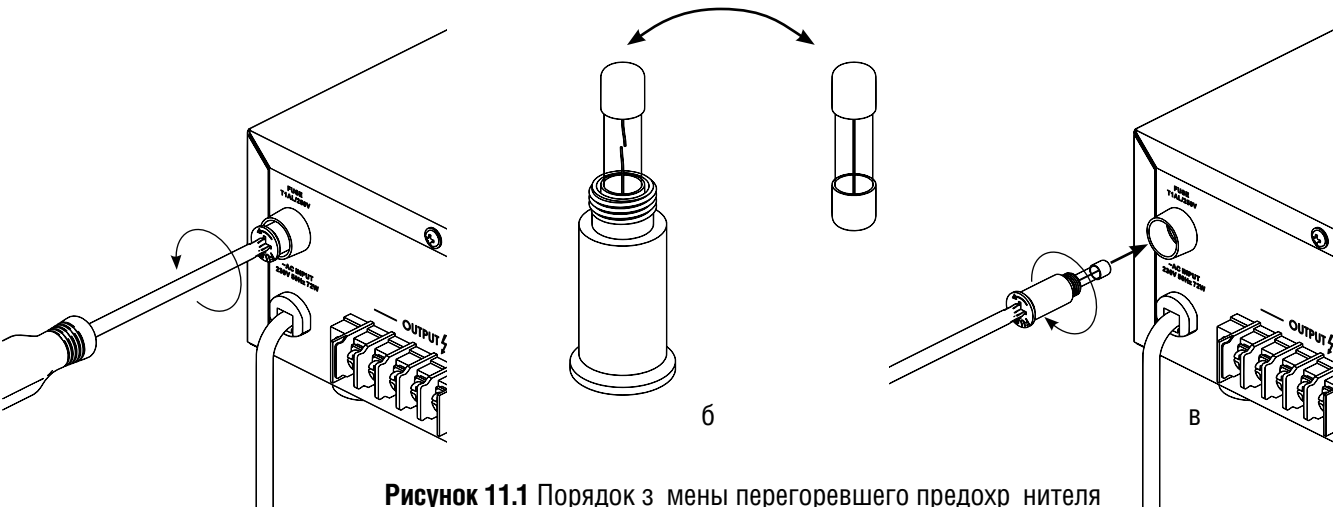

Рисунок 11.1 Порядок замены перегоревшего предохранителя
- 2. Извлеките крышку предохранителя из транзисторного усилителя поворачивая её против часовой стрелки крестовой отвёрткой (**Рис. 11.1, а**).
- 3. Замените перегоревший предохранитель исправным, предварительно убедившись, что в крышке не осталось посторонних предметов (**Рис. 11.1, б**).
- 4. Вставьте крышку с исправным предохранителем в транзисторный усилитель и плотно закрутите её, поворачивая по часовой стрелке (**Рис. 11.1, в**).